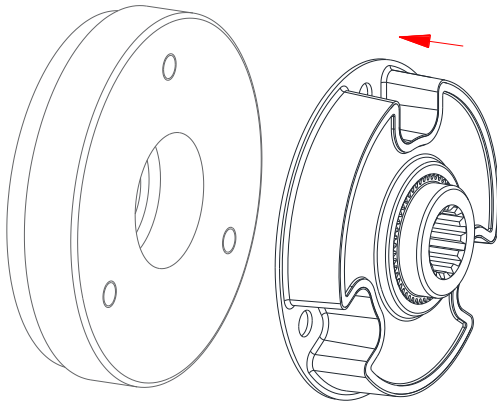
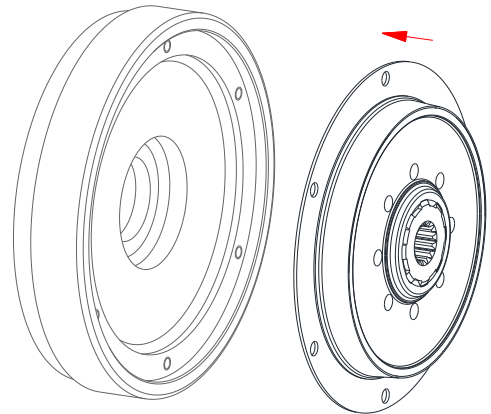

Bild 6: MONOLASTIC® 3-Loch-Ausführung
Bild 7: MONOLASTIC® - SAE-Ausführung
- Bringen Sie den Anschlussflansch (Bauteil 1) der 3-Loch-Ausführung in Position (siehe Bild 6) oder setzen Sie den Anschlussflansch (Bauteil 1) der SAE-Ausführung in die Zentrierung des Schwungrades ein (siehe Bild 7).